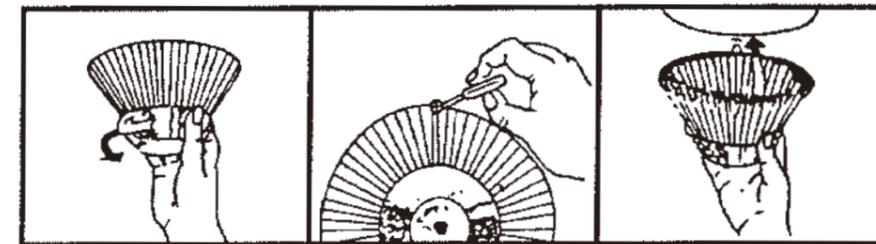

Fig. 22
- (b) Lors de l'installation du dispositif de protection, placez une oreillette du dispositif dans le trou arrière de la plaque centrale de support puis faites correspondre l'autre oreillette avec la rainure de l'autre côté de la plaque. Utilisez un tournevis plat pour visser les dispositifs sur la plaque.(Fig.22)
- When installing the vane guard, place one ear of the guard in the rear hole of the middle support plate, and then match the other ear with the groove on the other side of the plate. Use a slot head screwdriver to screw the vane guards on the plate.(Fig.22)